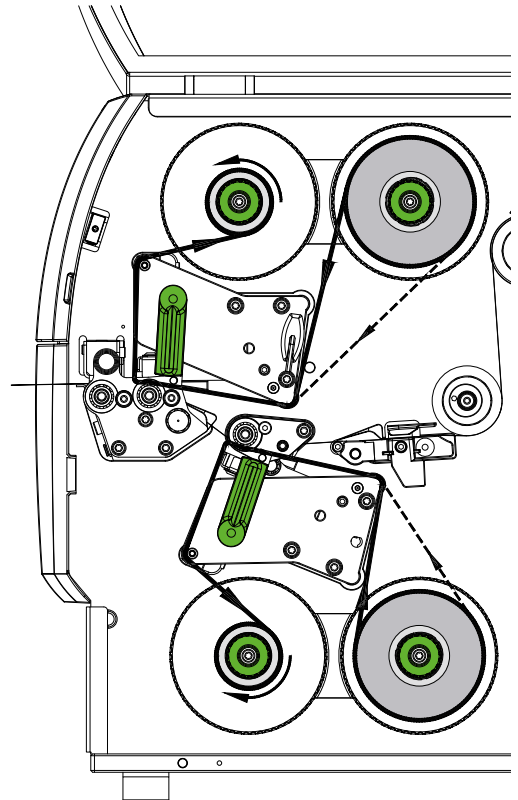

Figura 18 Scorrimento del nastro
6. Far scorrere l'anima adatta (4) sull'avvolgitore del nastro (5), posizionala e fissarla nello stesso modo del rotolo di nastro.
7. Far passare il nastro attraverso la meccanica di stampa come indicato in Figura 18. La linea continua si applica ai nastri con lato di rivestimento interno, quella tratteggiata ai nastri con lato di rivestimento esterno.
8. Fissare l'inizio del nastro all'anima (4) centralmente con una striscia di adesivo. Osservare il senso di rotazione antiorario dell'avvolgitore del nastro.
9. Ruotare l'avvolgitore (5) in senso antiorario per livellare lo scorrimento del nastro.
10. Ruotare la leva (6) in senso orario per bloccare la testina di stampa.
11. Aprire lo sportellino (8) e inserire il nastro in modo analogo nell'unità di stampa inferiore (7). Ad eccezione del senso di rotazione delle manopole, le indicazioni qui riportate si applicano in senso opposto all'unità di stampa superiore.